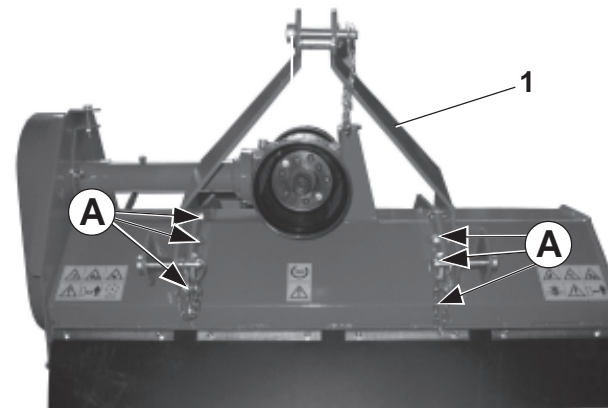

Fig. 19
- Togliere il castello (1 Fig. 19), e ruotarlo di 180°, in modo da posizionarlo sul cofano posteriore della macchina.
- Posizionare il castello in modo tale che i fori predisposti (A Fig. 19), coincidano con quelli del castello.
- Remove the triangle (1 Fig. 19) and turn it through 180° so that it is positioned on the rear hood of the machine.
- Position the triangle so that the holes (A Fig. 19) coincide with those of the triangle itself.
- Enlever le cadre (1 Fig. 19) et le tourner de 180° de manière à le positionner sur le capot arrière de la machine.
- Positionner le cadre de sorte que les trous prévus (A Fig. 19) coïncident avec ceux du cadre.
- Das Gestell (1 Abb. 19) um 180° drehen, damit es auf der hinteren Haube der Maschine angeordnet werden kann.
- Dann Gestell so anordnen, daß die vorhandenen Bohrungen (A Abb. 19) mit denen des Gestells zusammenfallen.
- Sacar el armazón (1 Fig. 19) y girarlo de 180° en manera de poder posicionarlo en el capó trasero de la máquina.
- Posicionar el armazón de manera que sus orificios coincidan con los orificios previstos (A Fig. 19).